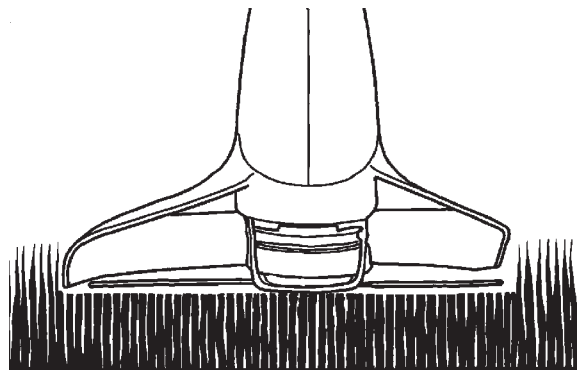

Fig. 12
- COUPE ET TONTE** (Fig. 12). Utiliser un mouvement de balancement latéral semblable à celui d'une faux. Ne pas incliner la tête pendant cette opération. Faire un essai sur la partie à tondre pour vérifier la hauteur de coupe. Garder la tête de coupe à une hauteur constante pour obtenir une tonte uniforme.